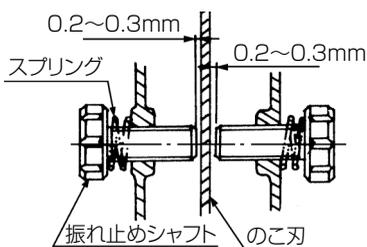

図 12
- ② 両側の振れ止めシャフトと、この刃の隙間は 0.2 ~ 0.3 mm (ハガキ一枚程度の厚さ) に調整してください。(図 12) 工場出荷時は 2 mm ぐらいの隙間に調整されています。
- ③ 振れ止めシャフトは樹脂でできていますので、使用していると減ってきます。振れ止めシャフトと、この刃の隙間が大きくなりましたら 0.2 ~ 0.3 mm の隙間に調整してください。
- ④ 振れ止めシャフトがこの刃まで届かなくなった場合は、振れ止めシャフトを新品と交換してください。この場合、必ずスプリングは付けてください。